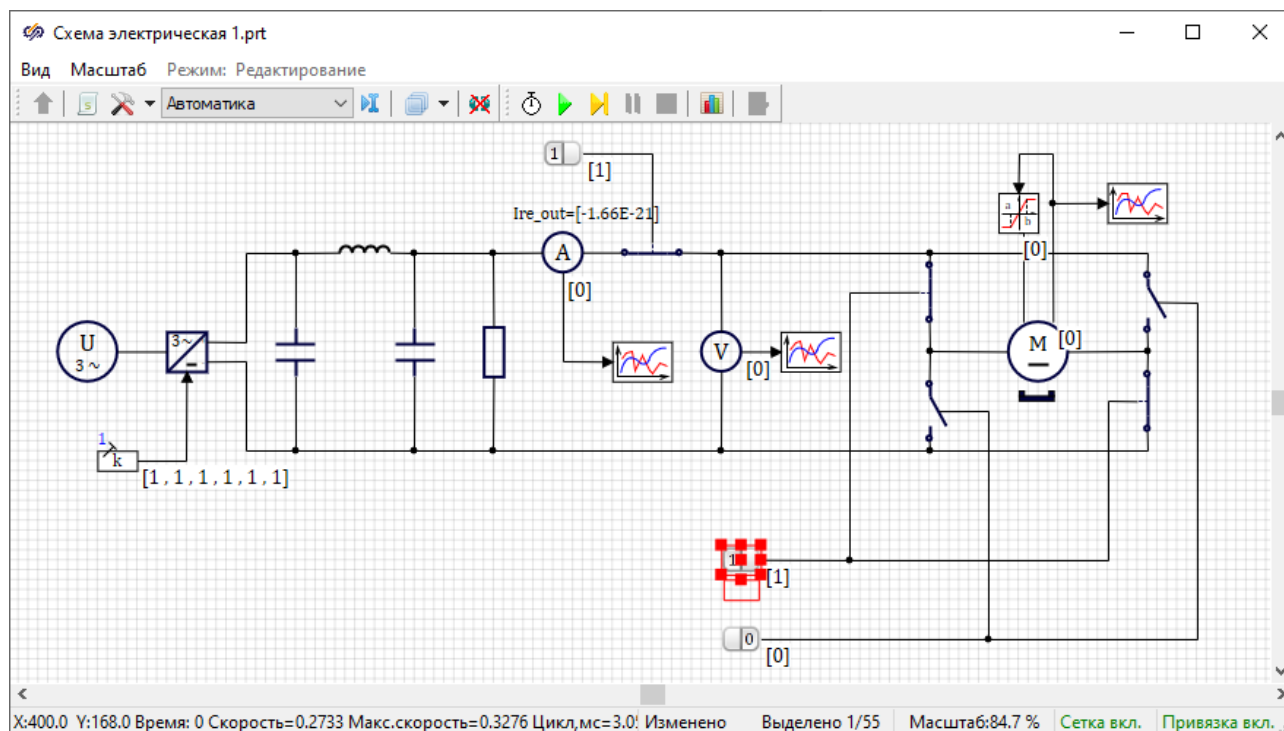

Рисунок 3.9.2. Фрагмент схемы с управляющими кнопками.
- 4) Для того, чтобы включить электродвигатель нажмите кнопку, связанную с коммутационными аппаратами **K1** и **K4** (Рисунок 3.9.2).